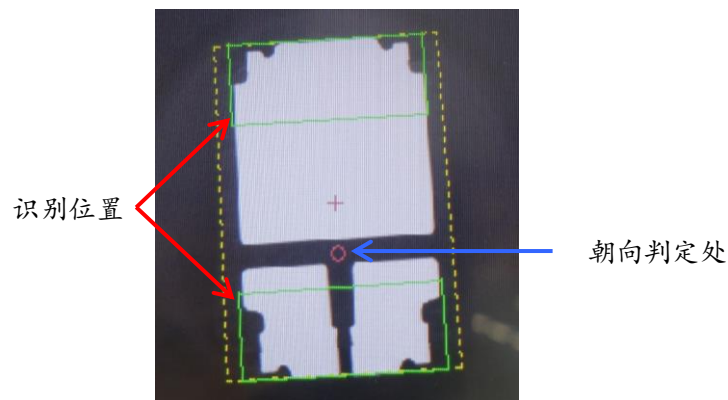

图8. 识别例
- 3) 在判定LED朝向时, 应该设定为图8中的蓝色箭头指向的圆圈处, 通过这部分的辉度判定。